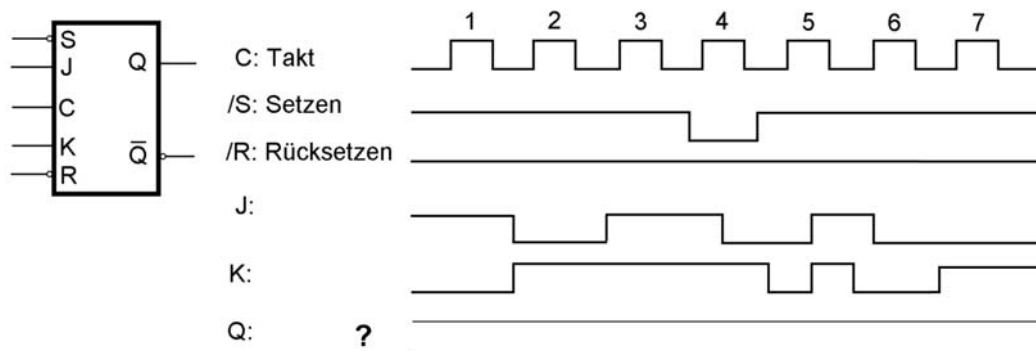

Abb. 19
19. An den Eingängen eines JK-Flipflop messen Sie den Signalverlauf gemäß Abb. 19. Was erwarten Sie am Ausgang?